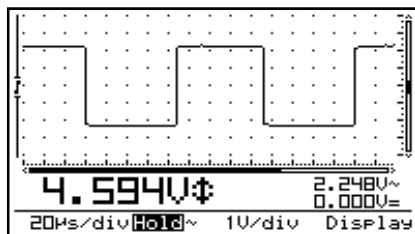

Fig 14
- La **griglia a punti** suddivide lo schermo in punti di riferimento (Fig. 14)